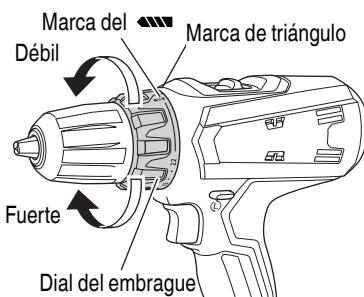

Fig. 11
6. Confirmar la posición del dial del embrague (Ver la Fig. 11).
#### (2) Indicación del par de apriete (Consulte la Fig. 11)
#### (3) Ajuste del par de apriete (Consulte la Fig. 11)